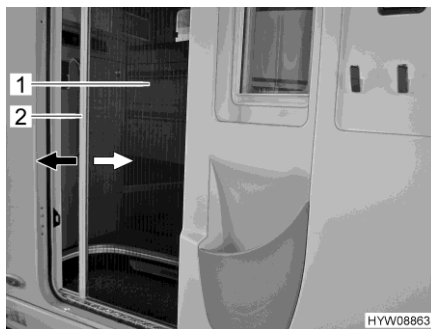

Fig. 18 Protezione contro gli insetti (porta di ingresso)
- Afferrare la barra di presa (Fig. 18,2) con entrambe le mani ed estrarre con movimento uniforme la protezione contro gli insetti (Fig. 18,1) dall'alloggiamento della porta.
- Afferrare la barra di presa (Fig. 18,2) con entrambe le mani e spingere la protezione contro gli insetti (Fig. 18,1) nell'alloggiamento della porta esercitando una leggera pressione.